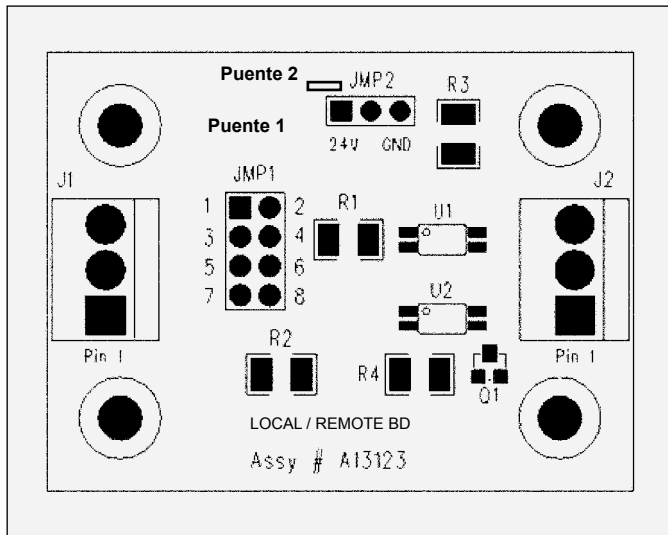

Figura 15: Cabezales de puente de tablero local/remote
6. En el tablero local/remote (Conjunto # A13123), los puentes deben ajustarse en una de las dos configuraciones REMOTA, según el tipo de entrada deseado para permitir la operación en modo REMOTE. La ubicación de los puentes en el tablero se muestra en la Figura 15. Utilice la tabla de ajustes de puente de modo REMOTE para establecer los ajustes de los puentes según su entrada específica.